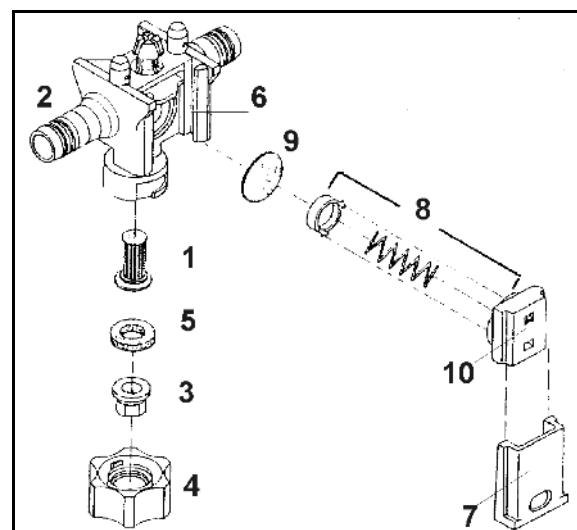

Fig. 201
2. Fjern skruerne (Fig. 201/1).
3. Tag ventildækslet (Fig. 201/2) af.
4. Ventilgruppen (Fig. 201/3) afmonteres.
5. Tag ventiltætningsringen (Fig. 201/4) og O-ring'en (Fig. 201/5) ud.